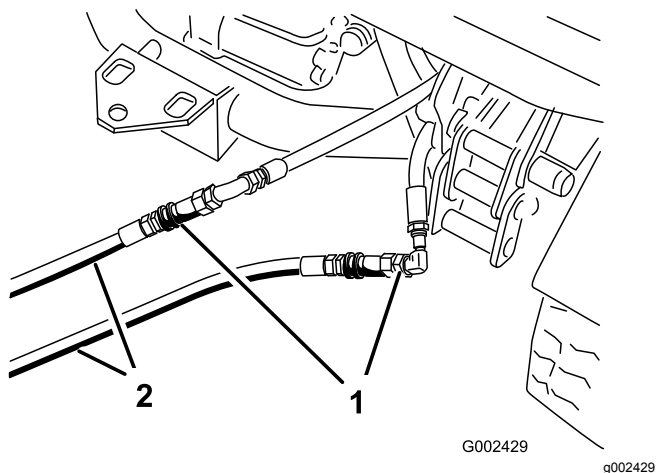

図 74
- 故障しているワークマンのカップラホースに、救援用ホース2本を接続する 図 74。